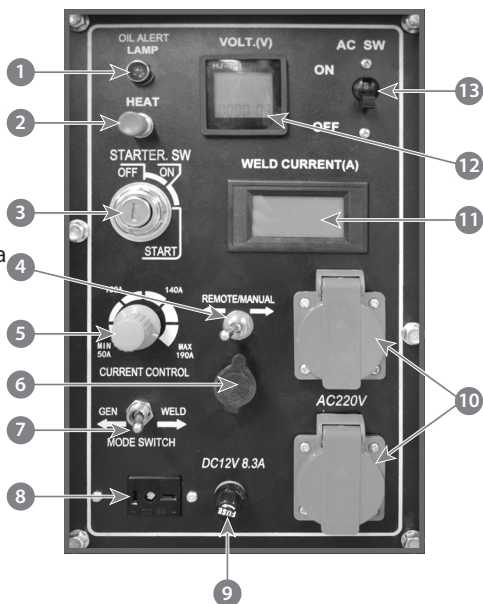

Рис. 2 Панель управления
1. Отключите все потребители электроэнергии от сварочного генератора и установите переключатель режимов в положение «GEN» (генератор), а выключатель сети (Рис. 2 п. 13) в нижнее положение (OFF).